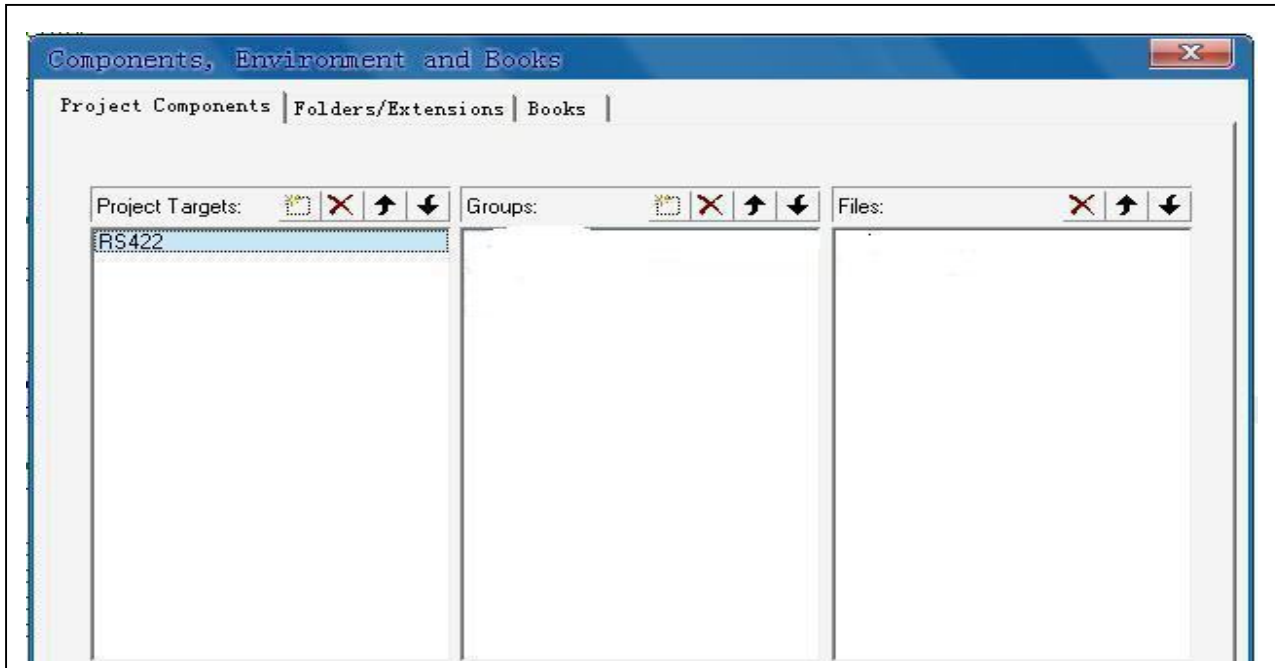
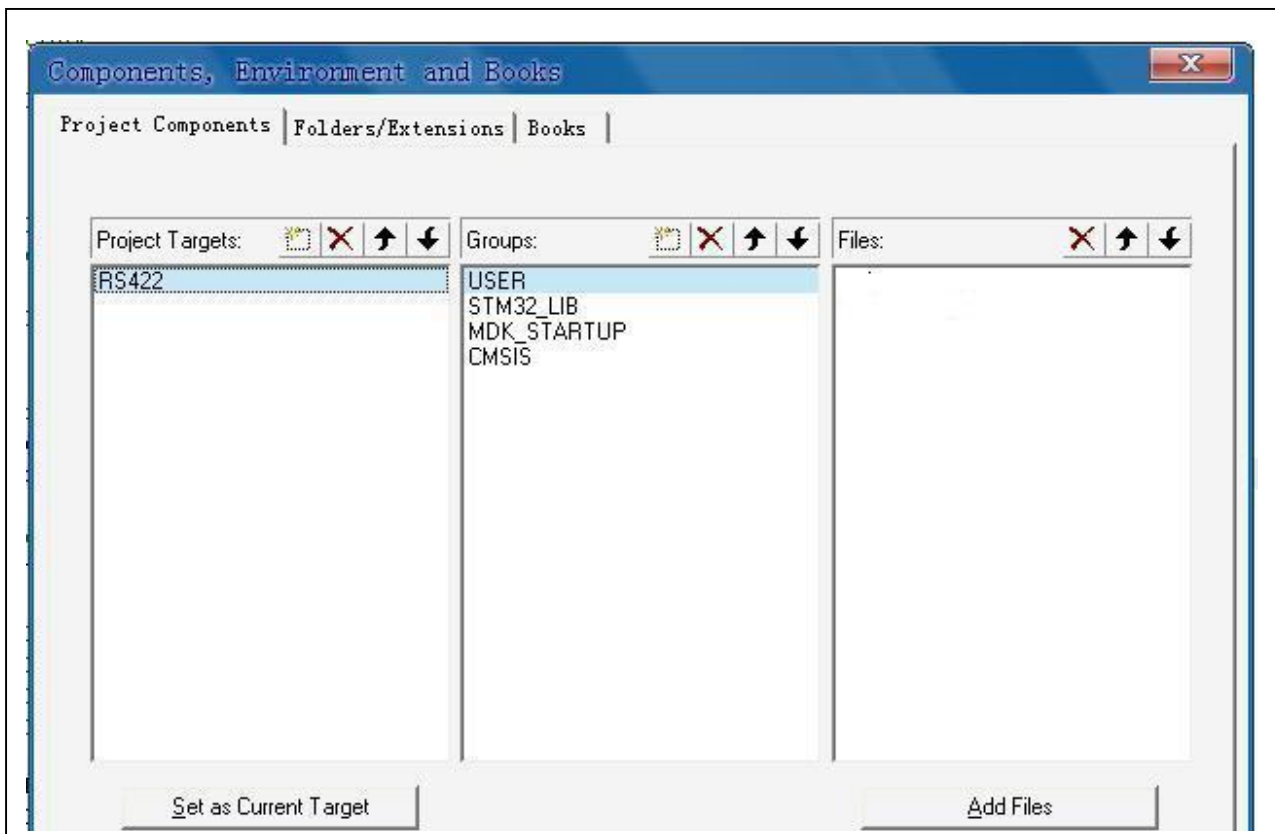

图 4
图 5
4.2 用鼠标双击“Project Targets”栏中的“Target 1”将“Target 1”改为“RS422_MODULE”（见图 4），在中间的“Groups”栏中添加“USER”、“STMB2_LIB”、“MDK_STARTUP”、“CMSIS”4 个条目（见图 5）。